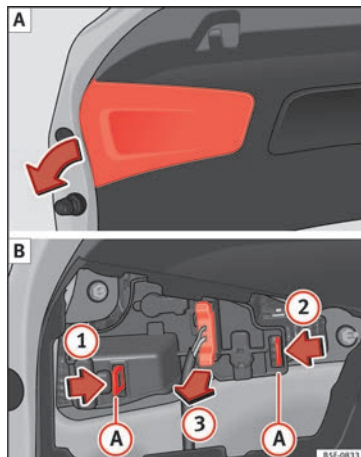

Fig. 113 Retirar la cubierta del portón del maletero y desmontar el portalámparas.
- Retire la tapa del portón en la dirección de la flecha » **fig. 113 A**.
- Desbloquee las lengüetas de fijación **A** del portalámparas, siguiendo la dirección de las flechas **1** y **2** » **fig. 113 B**.
- Extraiga el portalámparas de su sitio en el sentido de la flecha **3** » **fig. 113 B**.
- Vuelva a colocar el portalámparas comprobando que los clips de fijación **A** » **fig. 113 B** estén correctamente sujetos.